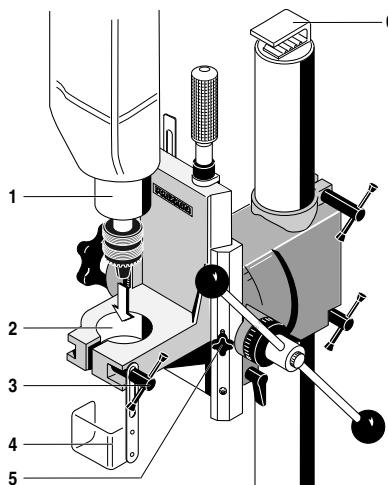
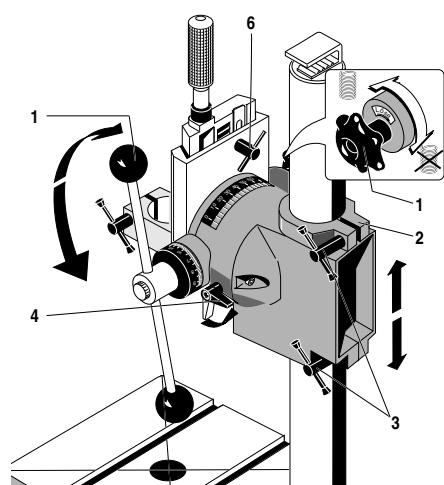

Fig. 2
Fig. 3
1. Bohrmaschine oder Fräsmotor mit Spindelhals 1 (Fig. 2) in die Bohrmaschinenaufnahme 2 bis zum Anschlag einstecken.
2. Die Schutzeinrichtung 4 (Fig. 2) so einstellen, daß der Bohrer oder Fräser abgedeckt wird.
3. Knebelschraube 3 (Fig. 2) anziehen.
1. Umschalter Bohren - Fräsen 4 (Fig. 3) in Stellung "Bohren" bringen.
2. Schlitten 6 (Fig. 3) durch Bewegen des Bohrhebels 5 in die höchste Position stellen. Dabei darauf achten, daß die Feststellschraube für die Schwalbenschwanzführung 5 (Fig. 2) gelöst ist.
3. Ausleger 2 (Fig. 3) mit der Hand unterstützen, damit er nicht nach unten rutscht, und dabei die beiden Feststellknebel der Höhenverstellung 3 lösen.
5. Feststellknebel der Höhenverstellung 3 (Fig. 3) wieder anziehen.
Feststellschraube 1 (Fig. 3) hat Linksgewinde.
1. Feststellschraube für Rückholfeder 1 (Fig. 3) lösen, dazu Schraube rechtsherum drehen.
2. Schlitten durch Bewegen des Bohrhebels 5 (Fig. 3) in die gewünschte Position bringen.
3. Feststellschraube 1 (Fig. 3) wieder anziehen, dazu Schraube linksherum drehen.
2. Feststellschraube 1 (Fig. 3) für Rückholfeder anziehen, dadurch wird unerwünschtes vertikales Spiel des Schlittens vermieden.
Für exakte Fräsanbeiten empfiehlt es sich, nach jeder Verstellung den Schlitten mit der Feststellschraube der Schwalbenschwanzführung 5 (Fig. 2) festzuklemmen.